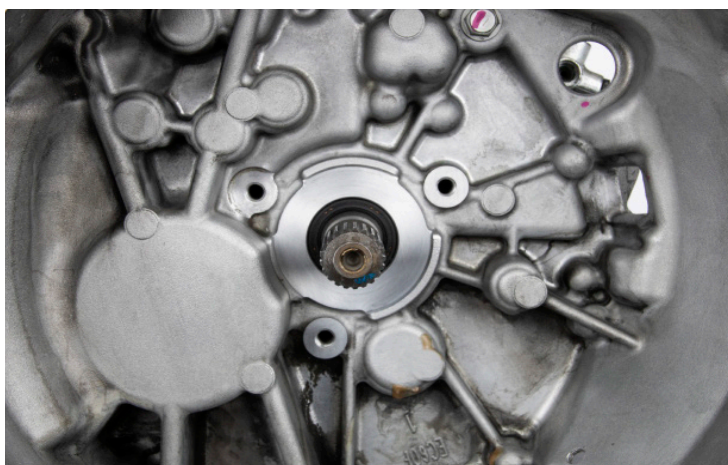

Рис. 1: Область контакта гидравлического выжимного подшипника с коробкой передач
- Место сопряжения деталей (Рис. 1) не должно быть повреждено